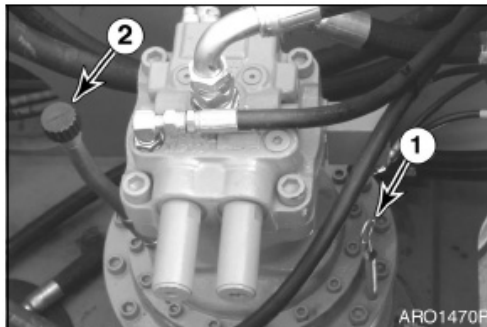

Figura 21
1. Retire la varilla de control (1, Figura 21) y limpie el aceite de la misma con un paño.
2. Introduzca la varilla de control (1, Figura 21) completamente en la guía.
4. Si el aceite no alcanza la marca "L" en la varilla de control, añada más a través del orificio de llenado (2, Figura 21).